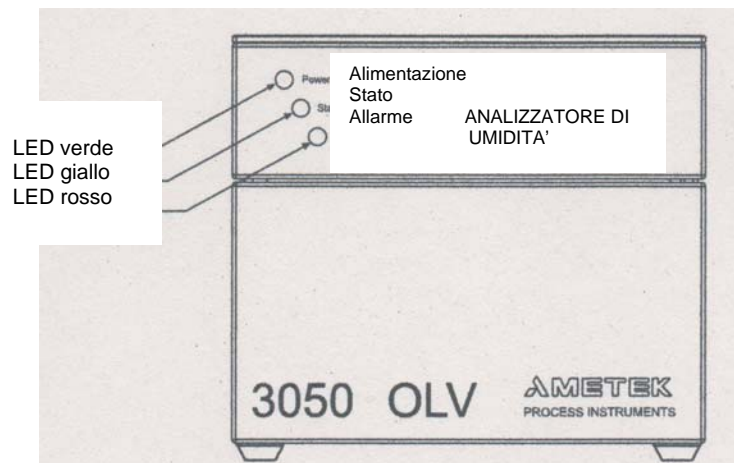

Figura 3. Led
Custodia antideflagrante – circa 42 x 48 x 46 cm più gioco per le connessioni dell'analizzatore. Vedi Figura 3.
2. Montare il sistema nel luogo prescelto e applicare i bulloni sul posto. Vedi figura 3.